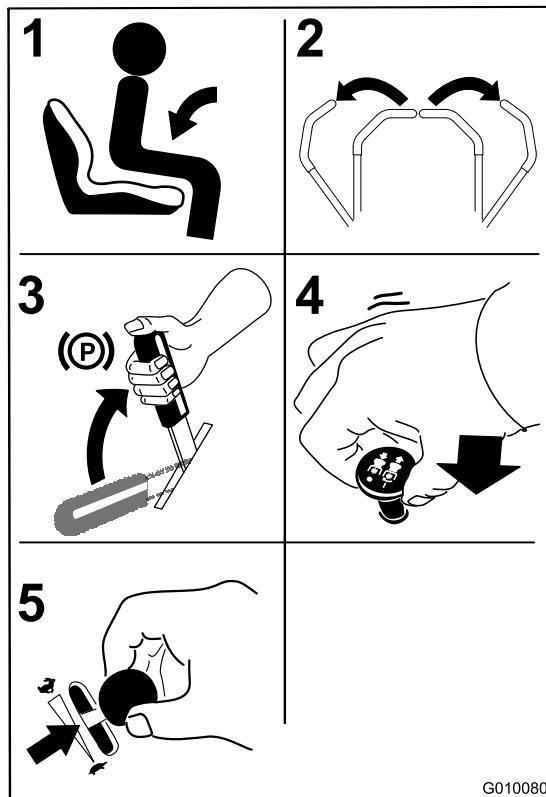

Figure 15
1. Prenez place sur le siège (Figure 15).
2. Écartez les commandes de déplacement vers l'extérieur en position de verrouillage au point mort (Figure 15).
3. Serrez le frein de stationnement (Figure 15) (voir Serrage du frein de stationnement).
4. Placez la commande des lames (PDF) en position désengagée (Figure 15).
5. Placez la manette d'accélérateur en position Starter pour démarrer à froid (Figure 15).